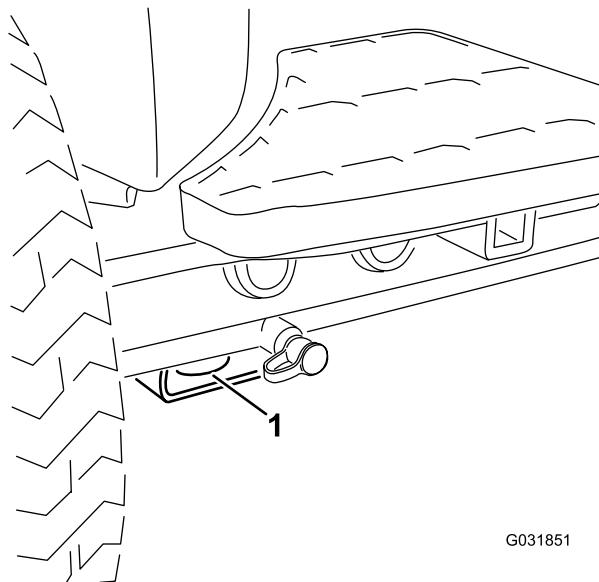

Figura 41
- Dianteira – o orifício na pastilha rectangular, por baixo do tubo do eixo, dentro de cada pneu dianteiro (Figura 41).